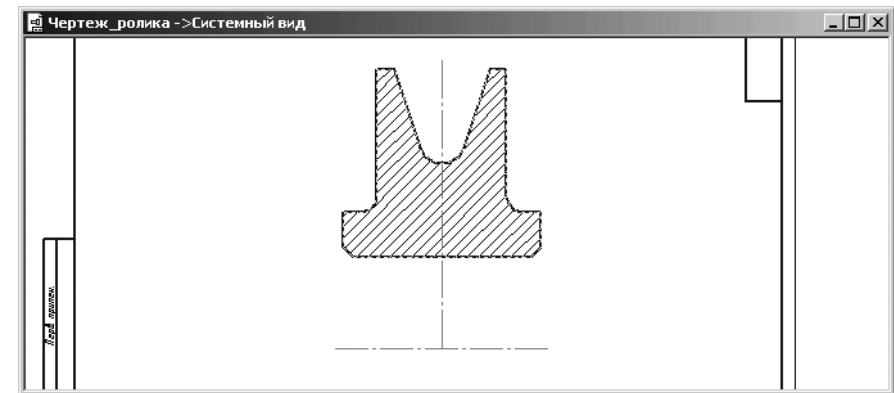

Рис. 4.41. Создание штриховки на объекте
- щелкните на **Панели специального управления** по кнопке – **Создать объект** или нажмите комбинацию клавиш **Ctrl+Enter** для завершения нанесения штриховки. Это состояние системы показано на рис. 4.41.